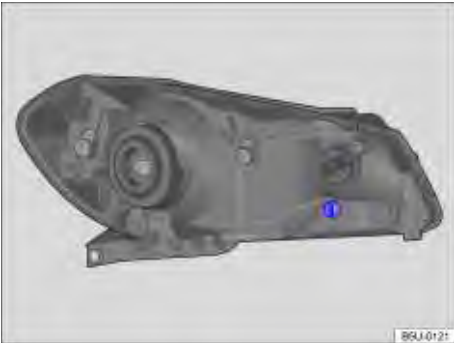
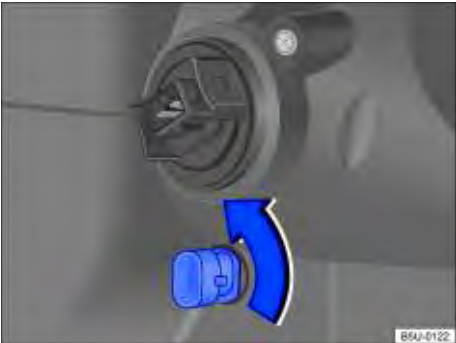

Fig. 173 No compartimento do motor: localização da lâmpada incandescente da luz de posição.
Fig. 174 Soquete da lâmpada incandescente da luz de posição.
4.	Girar o soquete da lâmpada ⇒ Fig. 173, no sentido da seta ⇒ Fig. 174, e desencaixá-lo do alojamento.
9.	Pressionar o soquete até o batente e girar no sentido contrário ao da seta ⇒ Fig. 174.